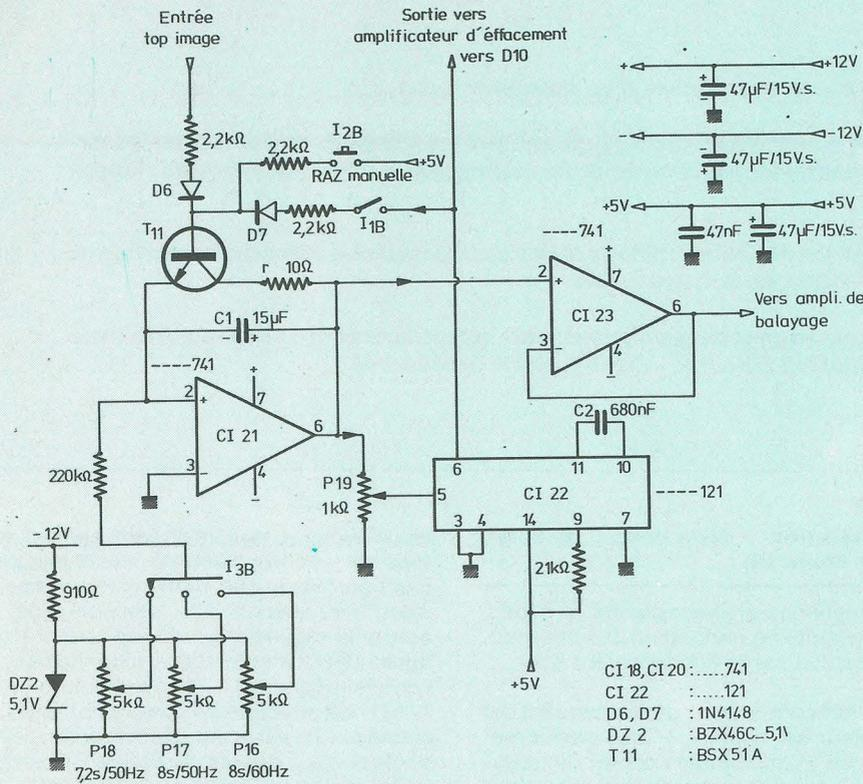
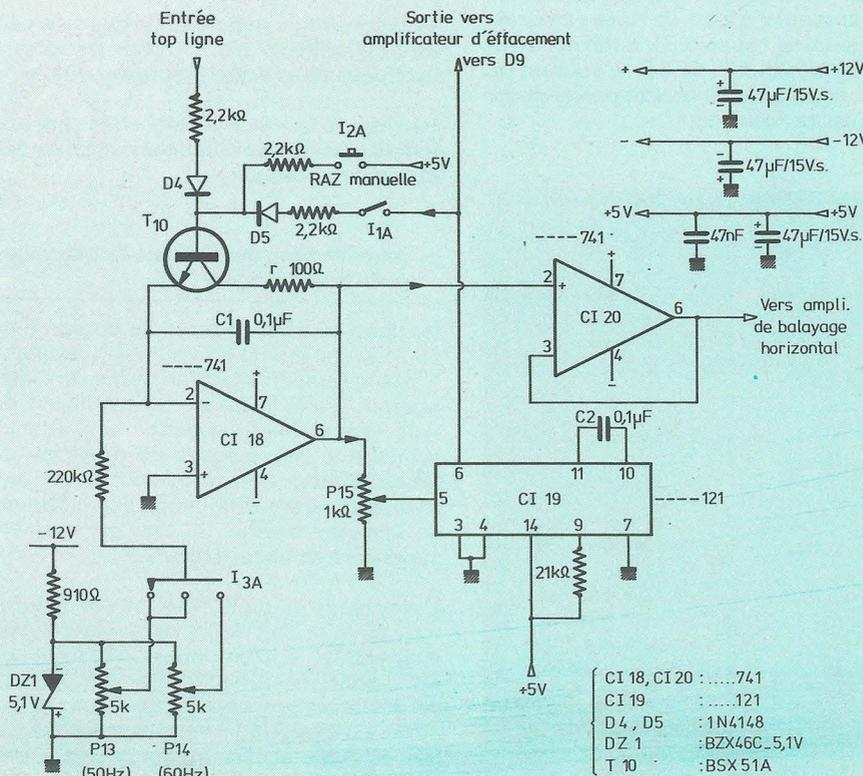

Figure 13
Figure 14
Les circuits de balayage ligne et de balayage image sont totalement semblables dans leur principe. Nous n'analyserons donc que le fonctionnement des circuits de balayage horizontal et indiquerons les changements de valeurs de certains composants afin d'adapter le circuit au balayage vertical (voir figure 13 et figure 14).
a. Génération de la dent de scie : (voir figure 13) :
Rappelons que les différences entre les 2 circuits de balayage figurent dans le tableau de la **figure 13 B**.
La mise au point des circuits de balayage vertical est semblable en tenant simplement compte des renseignements fournis par la figure 13 B.
La base de temps image aura été réalisée selon le même schéma que la base de temps ligne en tenant compte des modifications indiquées par la figure 13 B. On déconnectera provisoirement les plaques de déviation X₁ et X₂ de l'amplificateur horizontal et on les rebranchera à nouveau sur le réseau de résistances destiné à la mise au point. L'opération inverse sera réalisée pour les plaques de déviation verticales. Les réglages de la base de temps image suivent la même procédure que ceux de la base de temps ligne.